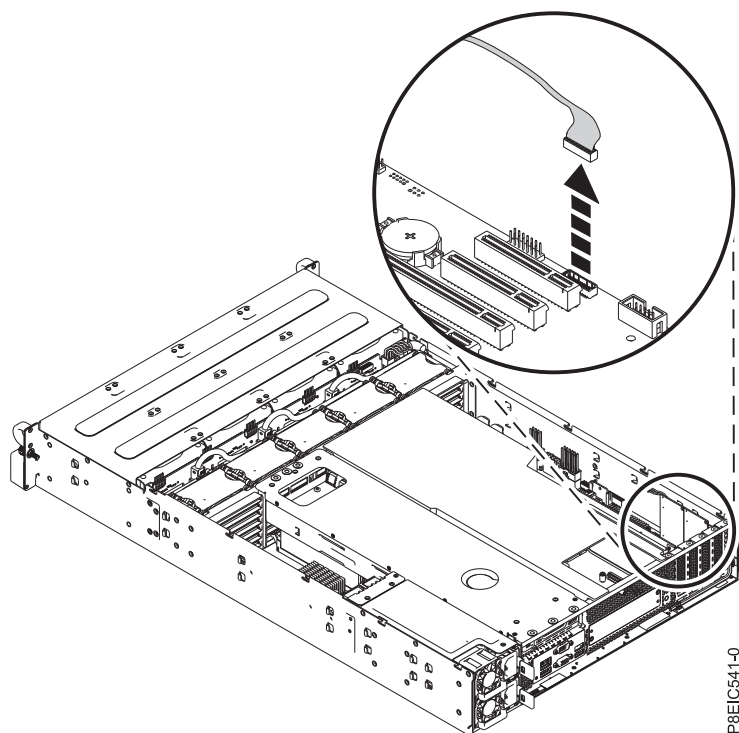

図 25. 前面ファン信号ケーブルの取り外し
5. システム・バックプレーンから前面ファン信号ケーブルを取り外します (図 25 を参照)。